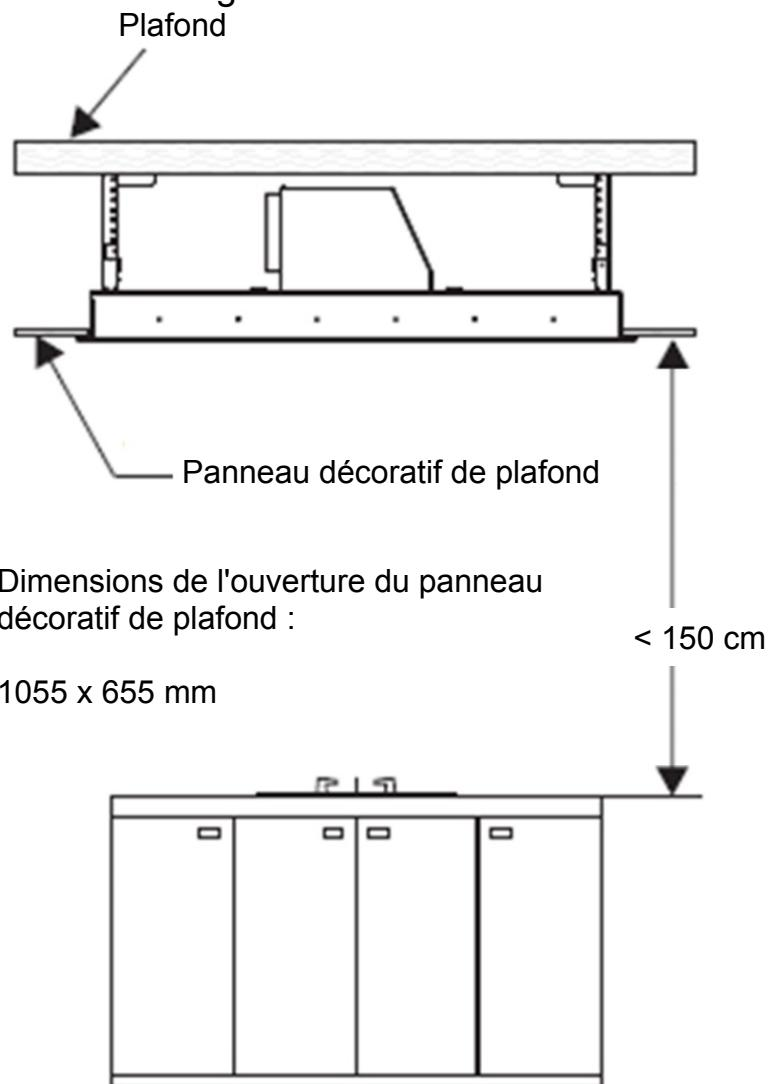

Figure 1
1. La hotte aspirante doit être placée à une distance inférieure à 150cm au-dessus de la surface de cuisson pour un meilleur fonctionnement. Cf. fig. 1.